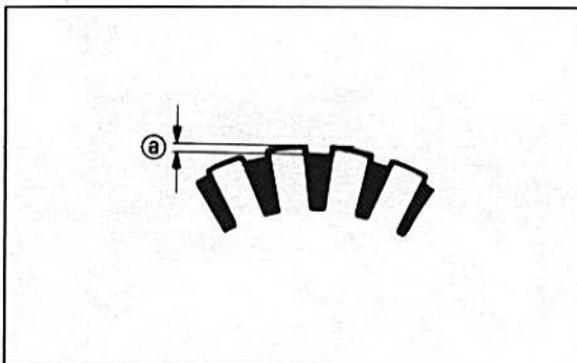

Bild 401
- Anschliessend den Kollektor mit einer Kollektorsäge 0,8 mm tief freistossen (Bild 401).